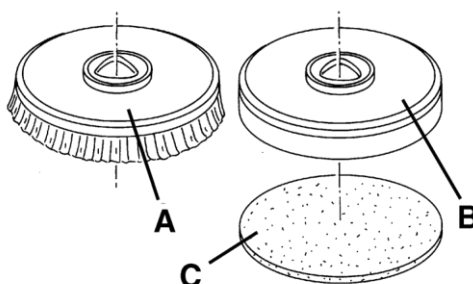

Figure 3
1. Selon le type de nettoyage à effectuer, la machine peut être équipée de brosses (A, Fig. 3) ou de porte-tampons avec tampons (C) ainsi que du plateau approprié.
2. Appuyer sur le bouton (66) pour démarrer la machine.
3. Mettre le régulateur de vitesse (4) sur ralenti en le tournant dans le sens anti-horaire.
4. Positionner les brosses (A) ou le porte-tampons (B) sous le plateau (18).
5. Baisser le plateau sur les brosses/porte-tampons en appuyant sur l'interrupteur (61).
6. Pour accrocher les brosses/porte-tampons, appuyer sur le panneau de commande (3), puis le relâcher. Si nécessaire, répéter la procédure jusqu'à ce que les brosses/porte-tampons sont engagés.